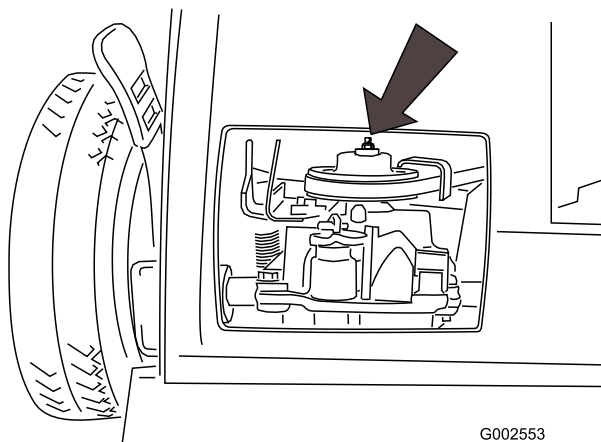

Figura 22
2. Montate un ingrassatore a pressione sul raccordo di ingrassaggio nell'apertura del copricinghia (Figura 22).